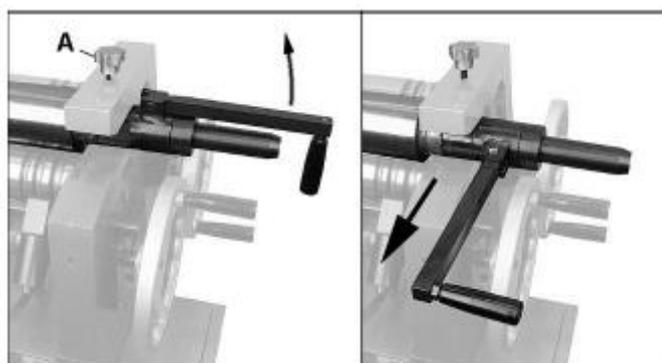

Рисунок 10-4
5. Ослабьте ручку (А, рис. 10-4), потяните ручку вверх, а затем вперед. Вытащите стационарный валец из паза.